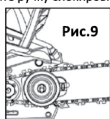

Рис. 9
5. Возьмитесь за направляющую шину и пильную цепь так, чтобы центральное отверстие дискового колеса вошло в резьбовую шпильку, и наденьте пильную цепь на звездочку (см. рис. 9).